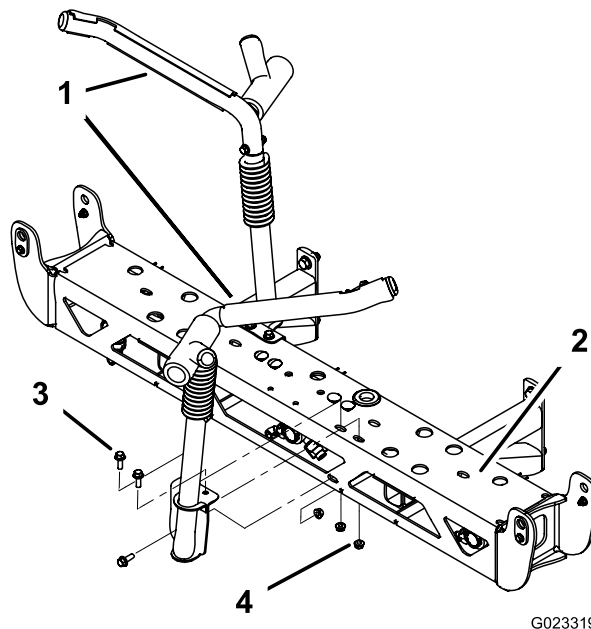

Figura 12
1. Monte as cavidades de transporte das rampas no conjunto da rampa central utilizando 6 parafusos (3/8 x 1-1/4 pol.) e 6 porcas de bloqueio (3/8 pol.) conforme mostrado em Figura 12